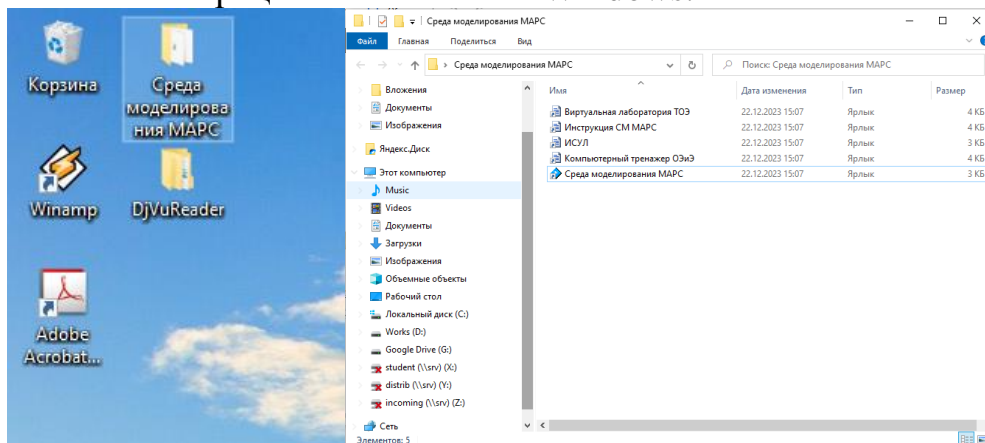

Рисунок 2 – Запуск среды моделирования MAPC с рабочего стола
**Шаг 1. Запуск среды моделирования MAPC.** Любыми средствами операционной системы Windows откройте приложение «Среда моделирования MAPC». Его ярлык находится на рабочем столе Windows (рисунок 2), а также можно воспользоваться пунктом «Среда моделирования MAPC» в папке Revisom, изображение которой представлено на рисунке 3, главного меню операционной системы Windows.